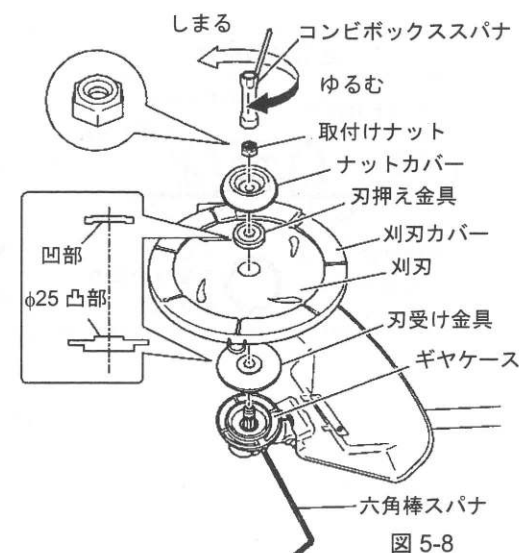

図 5-8
- (3) 刈刃の取付けは、刃受け金具に刈刃(刃の向きを確認して)、刃押え金具、ナットカバーの順序で組付けます。(図 5-8、9)